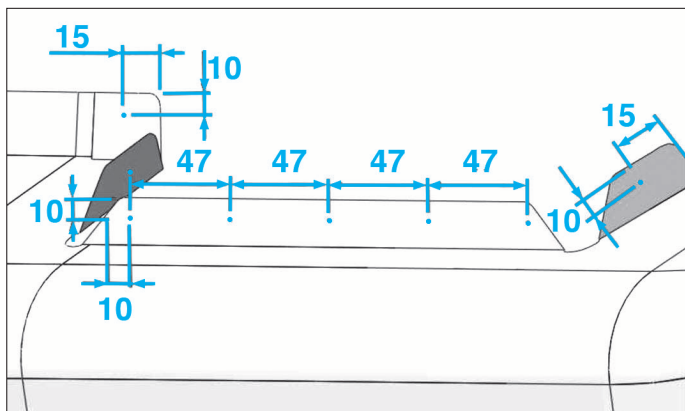

FIG. 72
- Tracer puis percer à Ø 6,5 mm pour le soudage par bouchonnage (Fig.72).